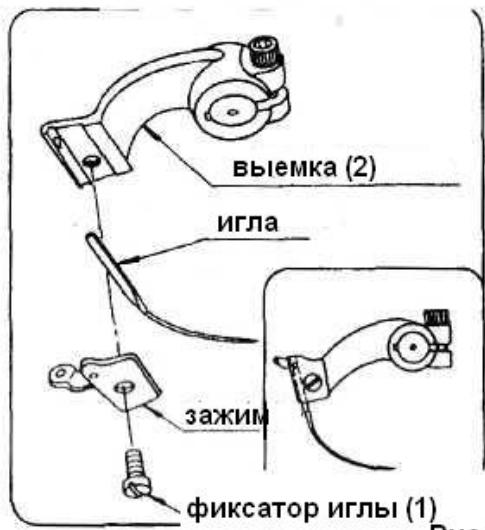

Рис. 8
## 3. Замена иглы (рис. 8) (необходимо использовать иглы LWx6T)
Поворачивайте колесо привода рукой по часовой стрелке, пока игла не достигнет крайнего верхнего положения, ослабьте винт-фиксатор иглы (1) примерно на два оборота и вытащите иглу, затем вставьте новую иглу в выемку (2) и протолкните ее до конца. Затем оденьте зажим и закрутите винт-фиксатор иглы (рис. 8).